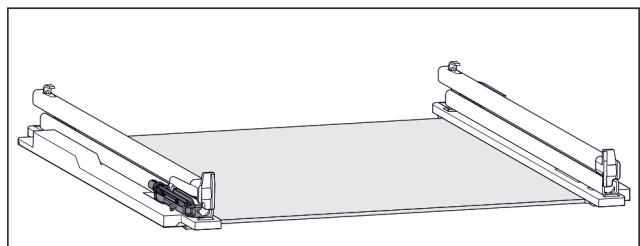

Fig. 124 Dempingsenhet
- På venstre skinne er dempingsenheten festet. (se Fig. 124)